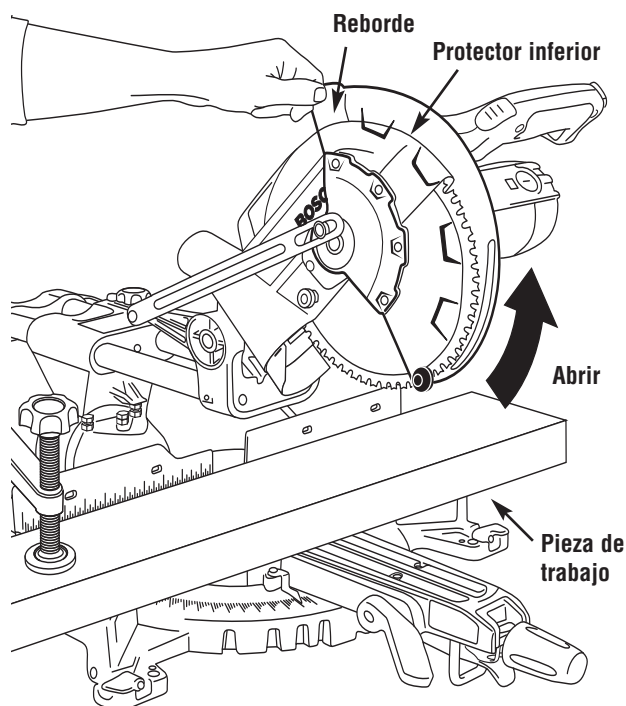

Figura 19. Subida del protector inferior
1. La pieza de trabajo debe sujetarse firmemente con abrazaderas. Esto deja libre una mano para subir el protector por el reborde justo lo suficiente para que no toque la pieza de trabajo (Figura 19).